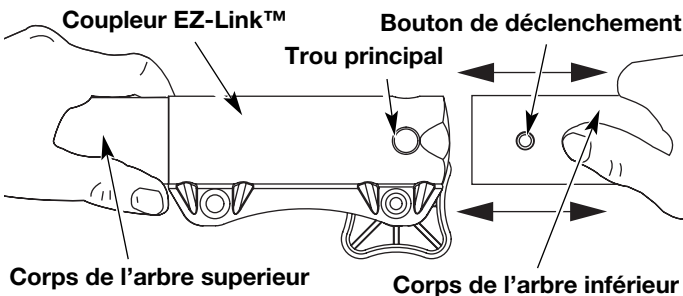

Fig. 12
3. Tenez fermement le corps de l'arbre supérieur et retirez l'accessoire de coupe ou autre du coupleur EZ-Link^{MC} (Fig. 12).
2. Tenez fermement l'accessoire et enfoncez-le tout droit dans le coupleur EZ-Link^{MC} (Fig. 12).
MISE EN GARDE: verrouillez le bouton de déclenchement dans le trou principal (Fig. 12) et vissez bien le bouton avant de faire marcher l'appareil.